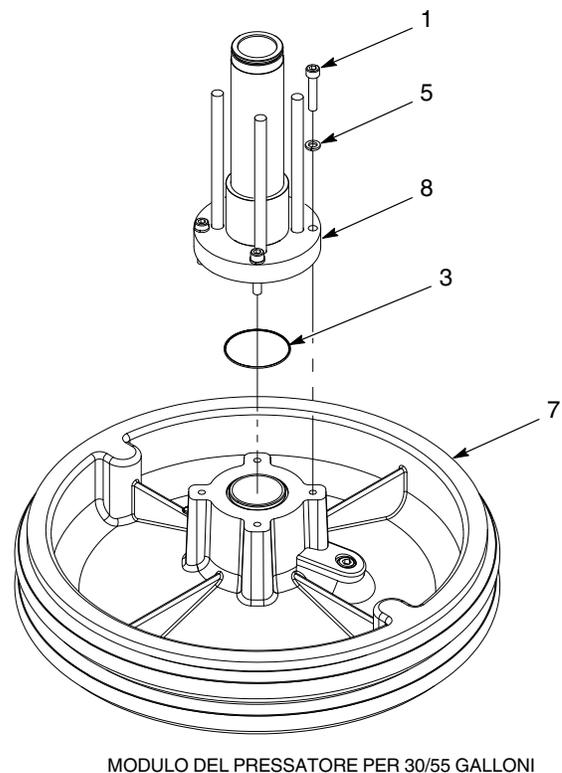

Figura 7 Installazione del modulo del pressatore
1. Vedi figura 7. Eseguire uno dei seguenti passaggi:
1. Vedi figura 7. Lubrificare l'o-ring (3) con grasso per o-ring.
2. Montare la piastra di pressione (7) sulla sezione idraulica (8) usando le viti (1) e le rondelle elastiche (5). Stringere le viti a 25-30 ft-lb. (34-40.5N•m) nella sequenza illustrata.